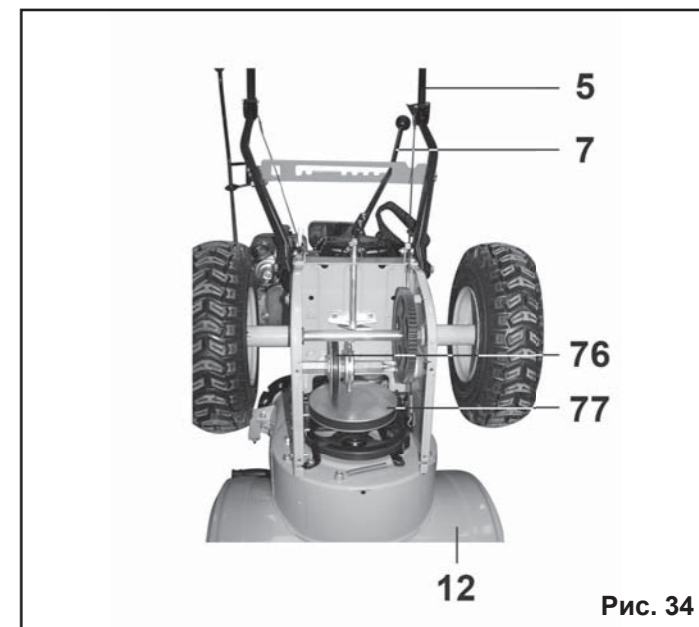

Рис. 34
9.11. Проверка системы привода колес (Рис.34).